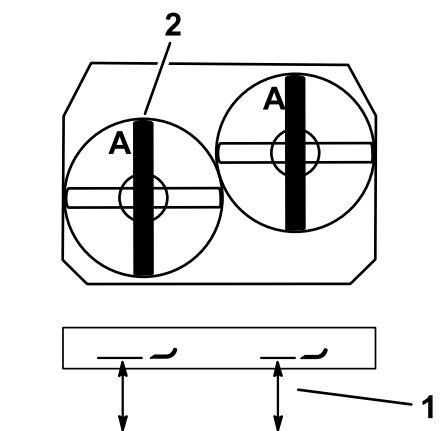

図 73
- Aの位置で 図 73、平らな床面からブレードの刃先までの高さを測る。